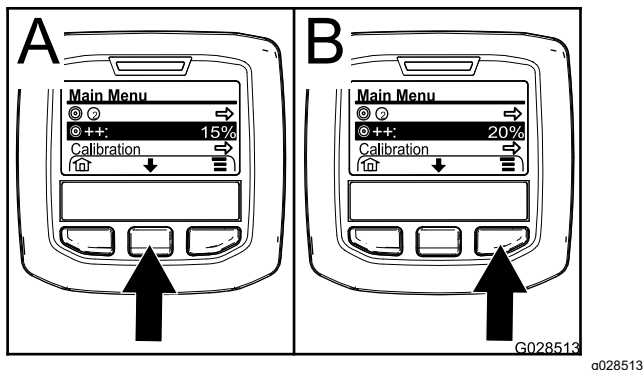

Figure 67
- Si nécessaire, appuyez sur le bouton de sélection central pour mettre en surbrillance l'option d'intensification du débit d'application (Figure 67).
Remarque: L'icône d'intensification du débit d'application se compose de 2 signes + situés à droite d'une cible (Figure 67).
- Appuyez sur le bouton de sélection droit (Figure 67) pour augmenter le pourcentage d'intensification par paliers de 5 % (20 % maximum).